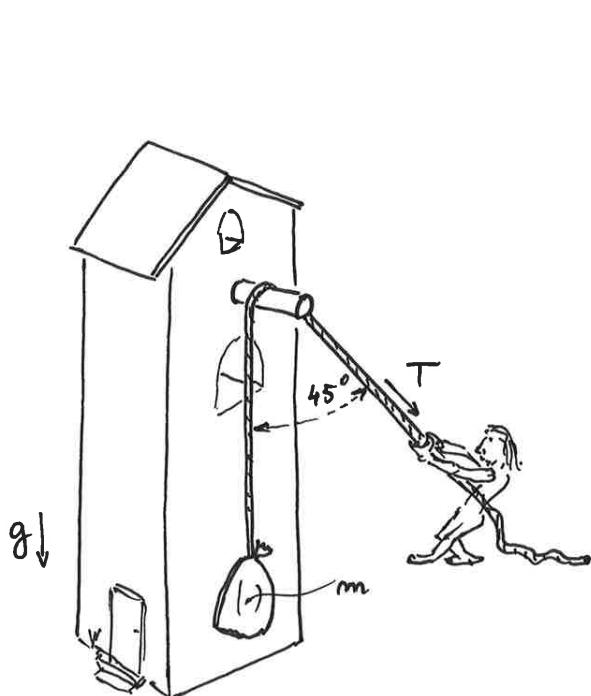

Fig. 1
Une meunière hisse un sac de grain de masse  $m = 25 \text{ kg}$  au moyen d'une corde passant au dessus d'une barre en bois horizontale fixe, de section circulaire (Fig. 1). Le brin portant le sac est vertical. Le brin sur lequel tire la meunière est incliné de 45 degrés par rapport à la verticale. Le coefficient de frottement de la corde sur la barre est  $\mu = 0.3$ . L'accélération de la pesanteur est  $g = 9.81 \text{ m/s}^2$ .
**Question 1 :** Calculez la force  $T$  que doit exercer la meunière sur la corde pour **monter** la charge à vitesse constante (Fig. 1).
**Question 2 :** Calculez la force  $T$  que doit exercer la meunière sur la corde pour **descendre** la charge à vitesse constante (Fig. 1).
le travail de la meunière pour hisser les charges à la montée, à la descente, les deux, pas du tout, ou, au contraire lui demande davantage de force qu'avec la simple barre fixe (Fig .1) ?